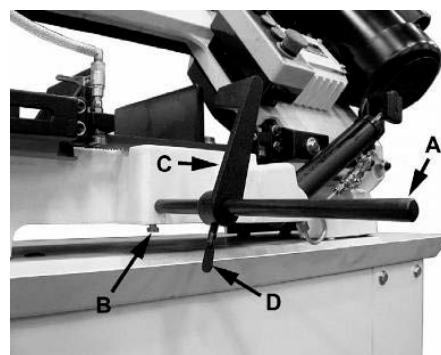

Рис.4
Установите упорную штангу (A, Рис. 4) на станине станка, используя шестигранный винт (B).